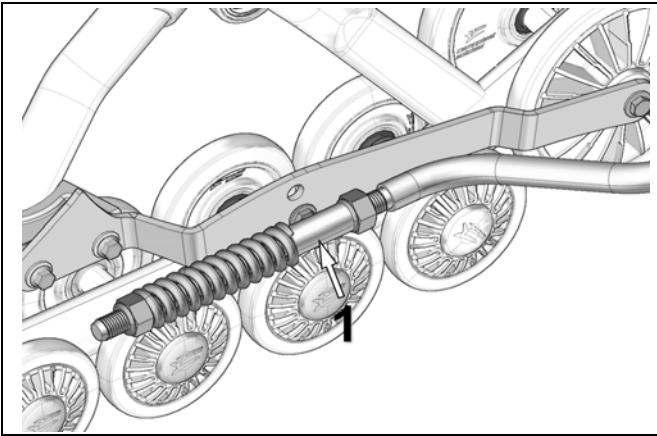
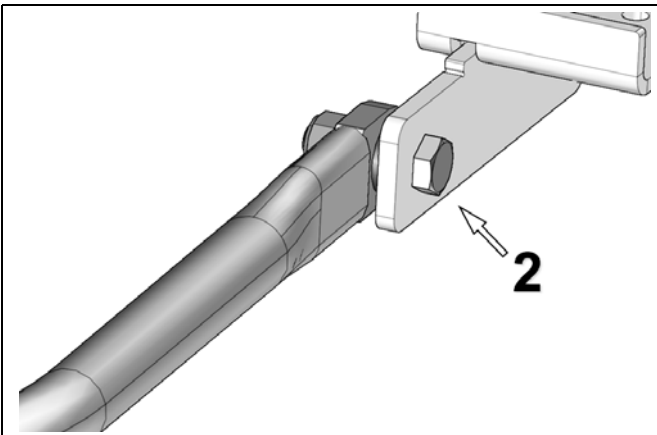

Abbildung 6
Abbildung 7
- Der Stabilisierungsarm muss am Raupenkettensystem (1) und am hinteren, am Fahrzeug angebrachten Verankerungsbügel (2) montiert werden. Siehe Abbildung 6 und Abbildung 7.